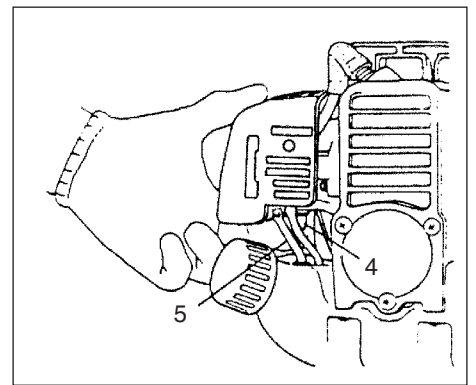
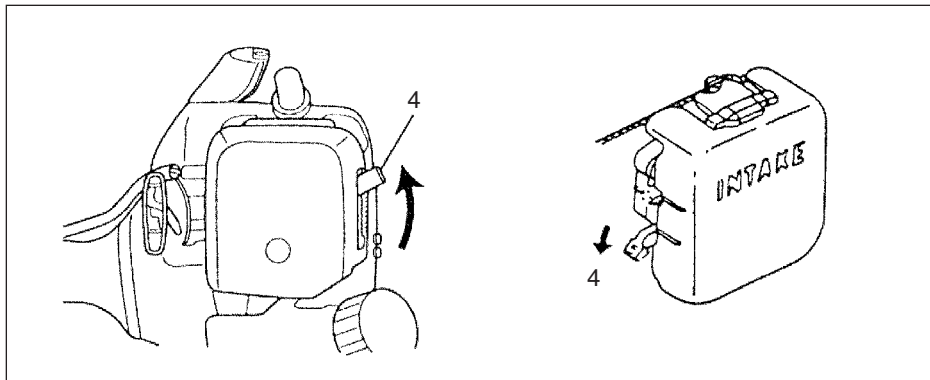

Fig. 2-2C
Fig. 2-3
*Pumpa på handpumpens blåsa (4) tills bränsle strömmar in i returledningen (5) (om sådan finns). (Fig. 2-2C)
2. Med avtryckaren (2) nedtryckt (om sådan finns) skall du dra gasreglaget och trycka på gasregeringslåset (1). Släpp därefter först gasreglaget sakta och sedan avtryckaren (2). Detta gör att gasreglaget blir låst i startläget.
3. Skjut chokereglaget till stängt läge (4). (Fig. 2-3)